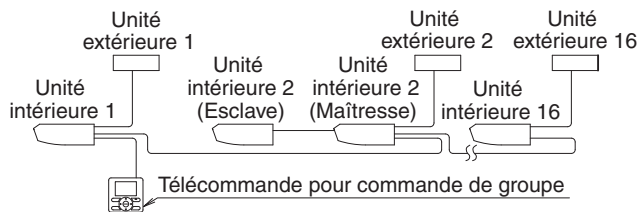

Fig. 34
- Lors de l'utilisation en tant qu'unité en paire ou unité principale pour le système de fonctionnement simultané, vous pouvez commander le démarrage/l'arrêt simultané (groupe) de 16 unités maximum à l'aide de la télécommande. (Reportez-vous à la Fig. 34)
- (1) Retirez le couvercle de la boîte de commande. (Reportez-vous au chapitre "9. MODE DE RACCORDEMENT DES CÂBLES ET EXEMPLE DE RACCORDEMENT".)
- (2) Branchez les câbles de croisement entre les bornes (P1, P2) du boîtier de commande pour la télécommande. (Il n'y a pas de polarité.) (Reportez-vous à la Fig. 34 et au tableau 3)